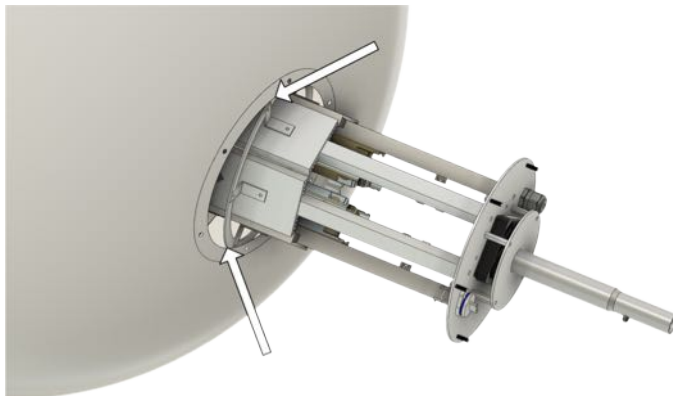

Abb. 8
5. Utilisez la même procédure pour décoller le couvercle des anneaux de protection des LED et la plaque de recouvrement (Fig. 8).